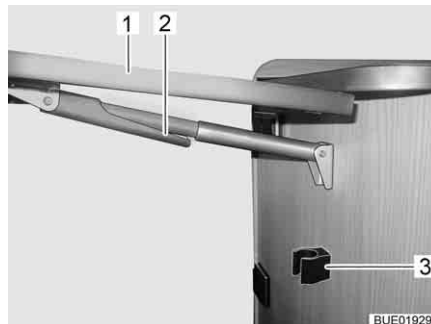

Fig. 48 Chiusura del tavolo ribaltabile su bancone
- Afferrare il tavolo ribaltabile su bancone (Fig. 48, 1) sull'esterno e sollevarlo leggermente. Con l'altra mano ruotare e abbassare il dispositivo di fissaggio (Fig. 48, 2) sul supporto telescopico.
- Orientare il piano del tavolo verso il basso, finché il supporto telescopico non ingrana nel supporto (Fig. 48, 3).